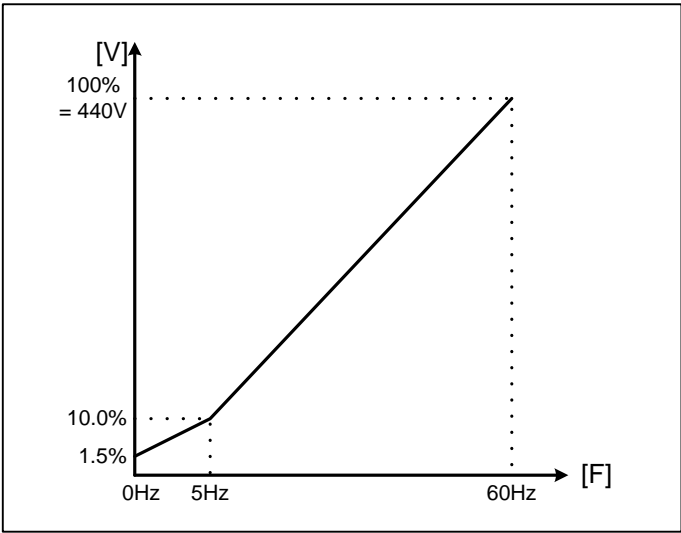

图 7.4-3 V/F 用户曲线设定
► 希望输出电压(V)和频率(F)的比率任意调整(参见图7.4-3)